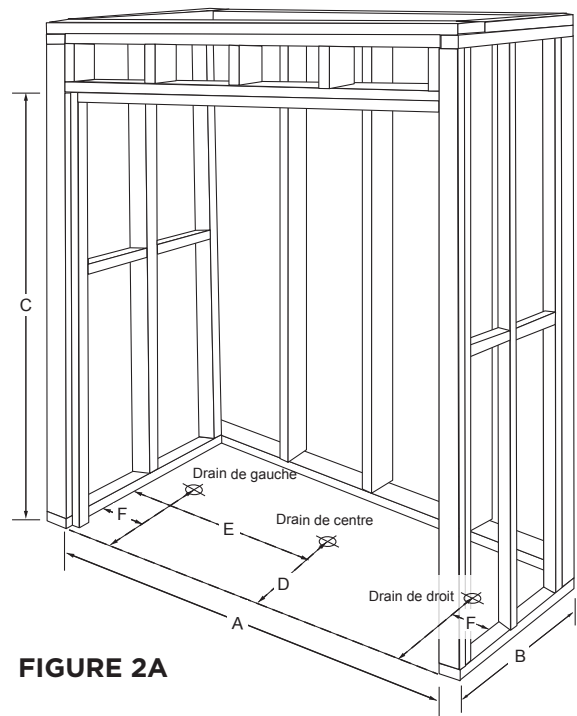

FIGURE 2A
Tableau 1 - Les données techniques (p. 4) sont pour les ouvertures encadrées, pas celles de l'unité. L'unité de salle de bain doit s'insérer dans un mur d'alcôve encadré, comme illustré dans Figure 2A et 2B. Il les dimensions intérieures de l'alcôve cloutée doivent être telles que spécifiées dans tableau 1 - Données techniques.
1. Construisez un cadre solide en utilisant les dimensions indiquées dans tableau 1 - Données techniques. (voir p. 4). (Figure 2A et 2B)